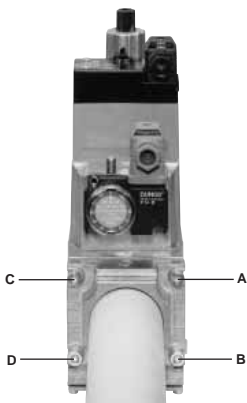
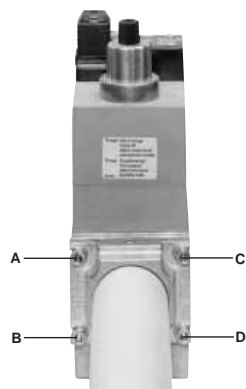

Рис. 6
Рис. 7
1. Установить фланец на трубе. Использовать соответствующую применяемому газу оснастку (Рис. 6)
3. Затянуть винты А, В, С и D (Рис. 6 - Рис. 7)